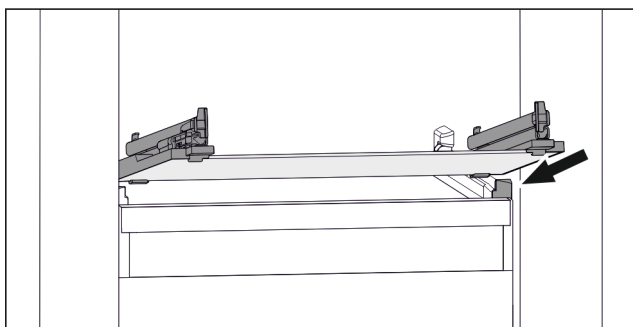

Fig. 73 Příklad znázornění skleněné desky
- ▶ Nasad'te skleněnou desku šikmo za zarážky. (viz Fig. 73)